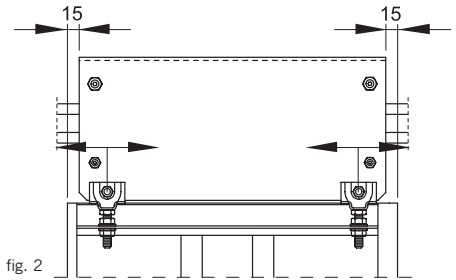

fig. 2
- 2º Situar las hojas centradas respecto a las placas dejando 15mm. entre el extremo de la hoja y el de la placa. (fig. 2).